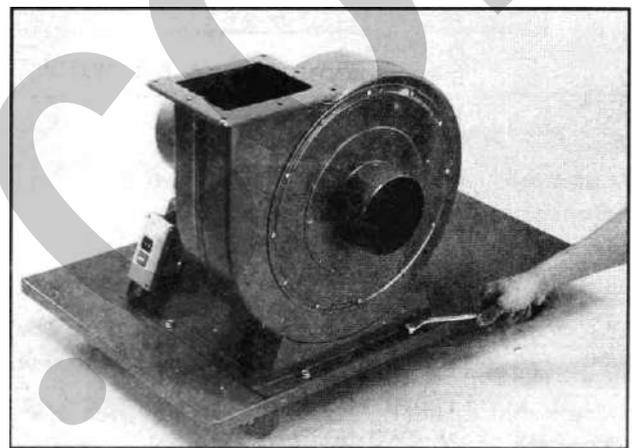

Figura 8- Montaggio aspiratore sulla base.
2. Installare l'aspiratore (B) sulla base di appoggio (Figura 8), serrando le 4 viti di fissaggio tramite una chiave per dadi esagonali.